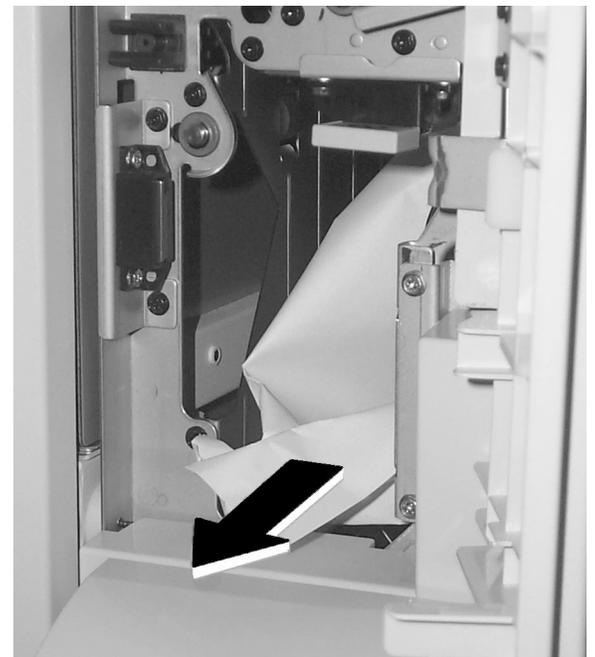

Abbildung 17: Papier aus Bereich 8 entfernen
- 3** Das gestaute Papier vorsichtig entfernen (Abbildung 17).